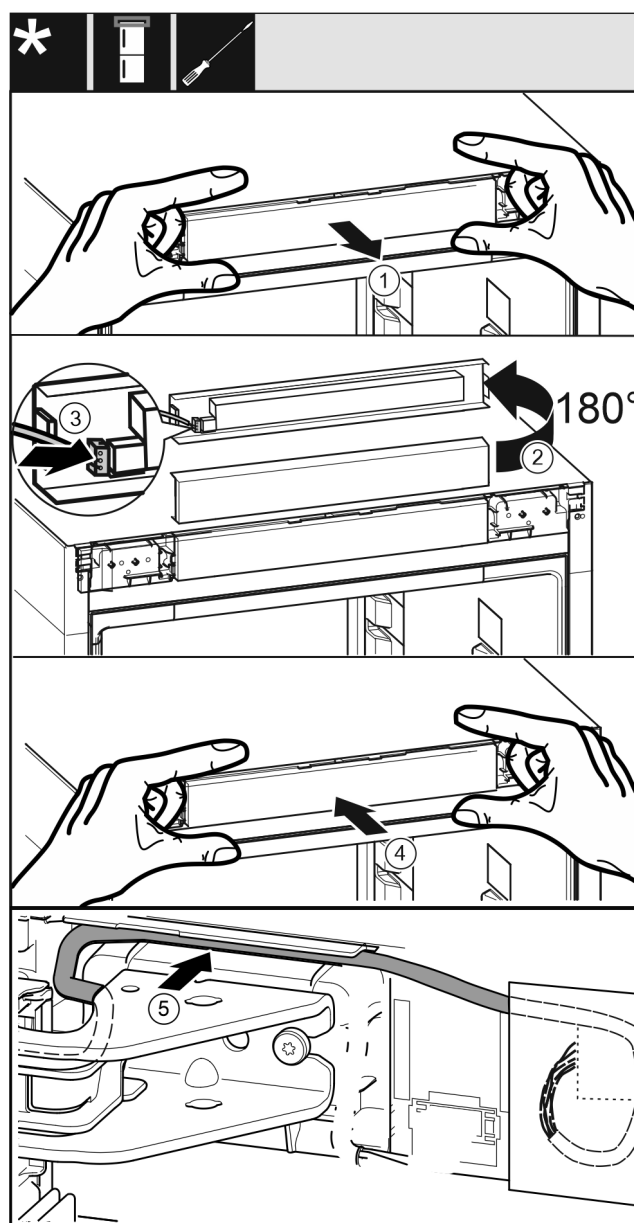

Fig. 48
- ▶ 小心地取出控制面板 Fig. 48 (1)。
- ▶ 将控制面板 Fig. 48 (2)向上旋转 180°。
- ▶ 将插头 Fig. 48 (3) 卡紧在控制面板上。
- ▶ 将控制面板 Fig. 48 (4) 重新卡紧在冰箱上。
- ▶ 将电缆 Fig. 48 (5) 通过上方托架小心地放置到导向装置中。